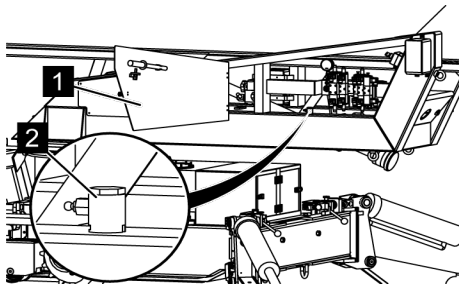

Fig. 153: Accouplement coulissant
9. ➔ *Remettre l'accouplement coulissant (Voir la Fig. 153/2) sur la fixation et fermer la porte (Voir la Fig. 153/1).*